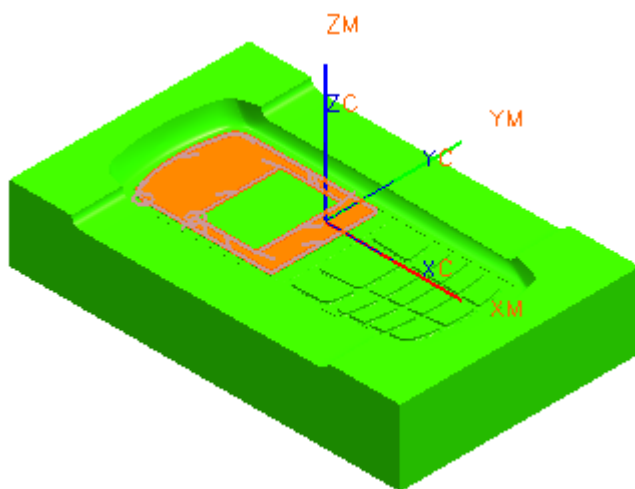

图 9-225
- 单击 , 选择如图 9-225 所示的平表面, 单击 OK。